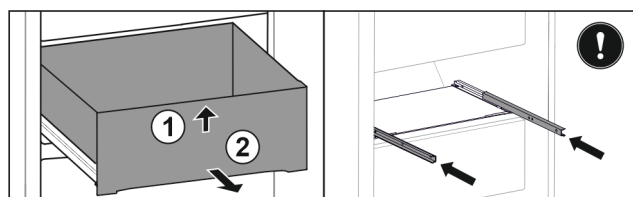

Fig. 158
- ▶ Ridicați sertarul în față. Fig. 158 (1)
- ▶ Extrageți sertarul spre înainte. Fig. 158 (2)